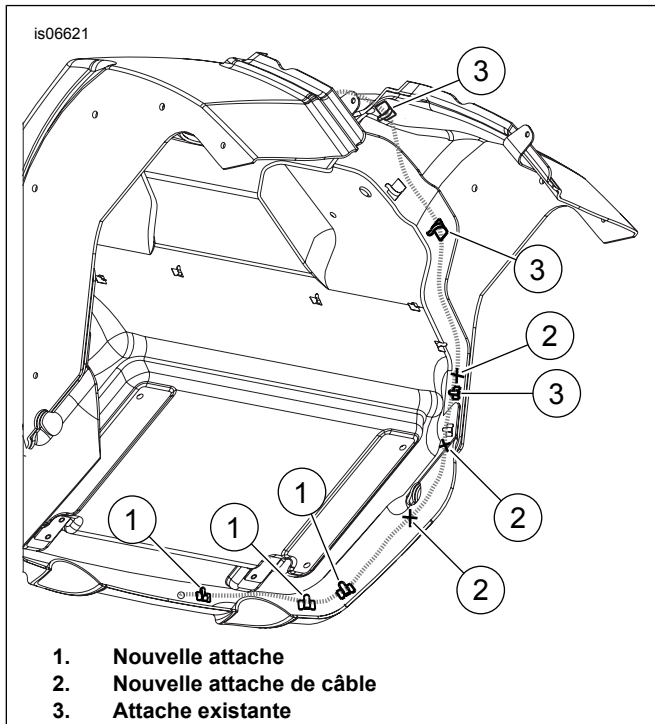

Figure 2. Acheminer le faisceau (vue de dessous du corps du Trike). Tous les composants du châssis ont été enlevés pour plus de clarté)
9. Voir Figure 2 . À l'aide des attaches à dos adhésif fournis, des attaches de carrosserie et des serre-câbles existants, acheminer le câblage le long de la carrosserie comme la sortie de câble sous la zone de la selle représentée.